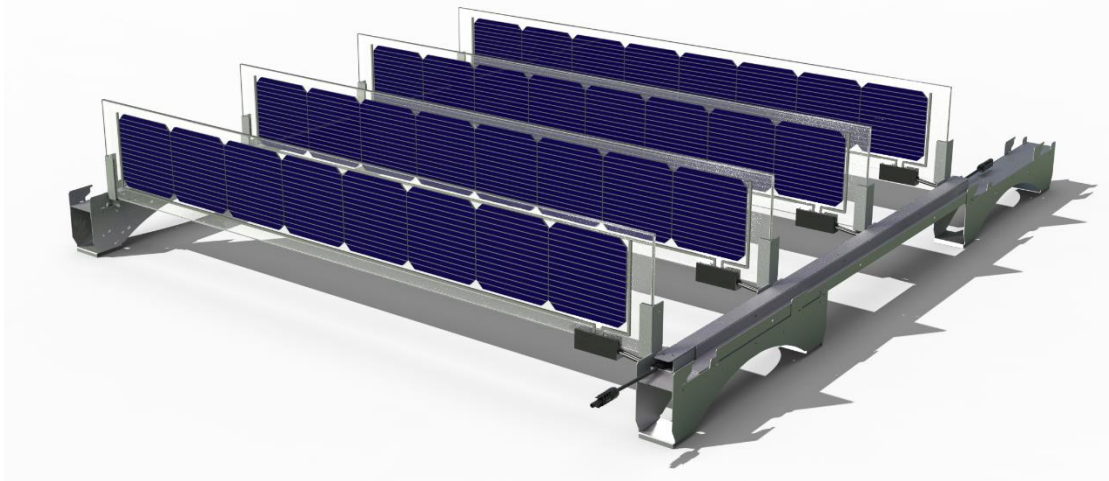

Figure 3 : Module PVV avec pieds HM pour toitures végétales
- HM (« high mount », « fixation haute ») avec des crochets d'ancrage et une garde au sol de 12 cm pour les toitures végétales (voir Figure 3).